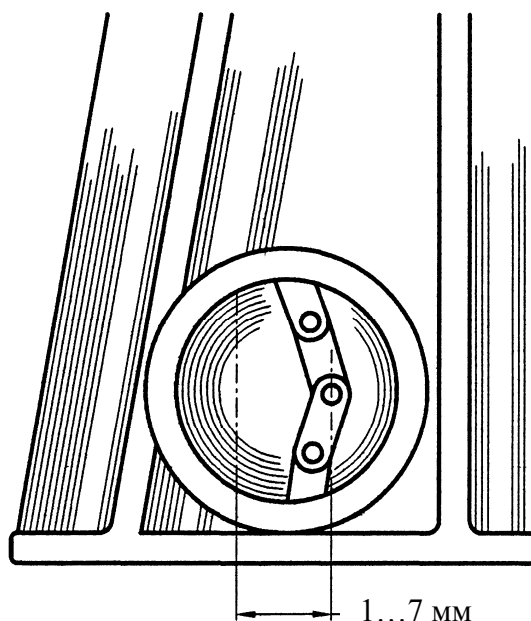

Рис. 20 – Регулировка натяжения цепи коробки реверса
- разворотом диска ведомого шкива против часовой стрелки до упора натяните цепь, разворотом диска по часовой стрелке – расслабьте. Разность указанных положений цепи должна составлять 1...5 мм (см. рис. 20);